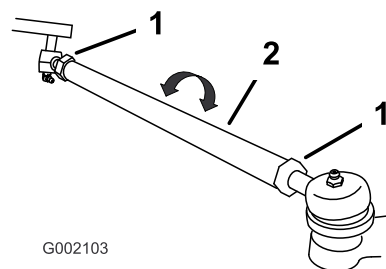

Figura 33
4. Se la misura non rientra nel campo specificato di 0-6 mm, allentate i controdadi da ambo i lati dei tiranti (Figura 33).